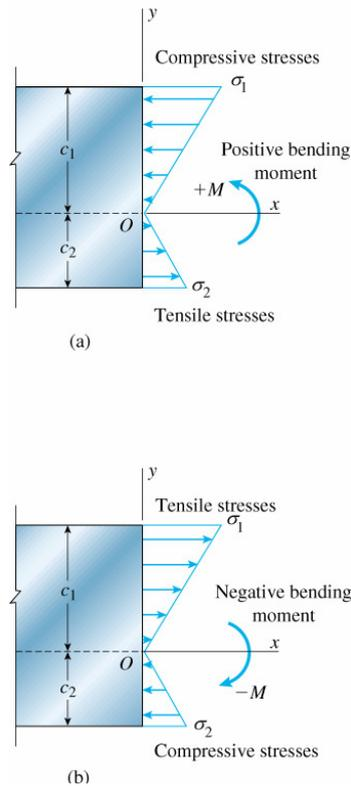

Figura 10 – Relações entre os sinais dos momentos fletores e as direções das tensões normais: (a) momento fletor positivo e (b) momento fletor negativo.
A expressão (14) mostra que as tensões são diretamente proporcionais aos momentos fletores e que aumenta linearmente com o aumento de y . Nota-se que momentos fletores positivos causam tensões de compressão na viga na parte superior acima da linha neutra e causam tensões de tração na parte inferior, pois o y é negativo e também se pode visualizar este resultado na prática. Caso os momentos sejam negativos, as tensões terão sinais invertidos como mostra a Figura 10.
As tensões máximas de flexão ocorrem nos pontos mais distantes da seção. Denota-se c_1 e c_2 a distância da linha neutra para os elementos extremos como mostra a Figura 10. As tensões normais máximas correspondentes σ_1 e σ_2 , provenientes da fórmula de flexão na eq. (14) são: